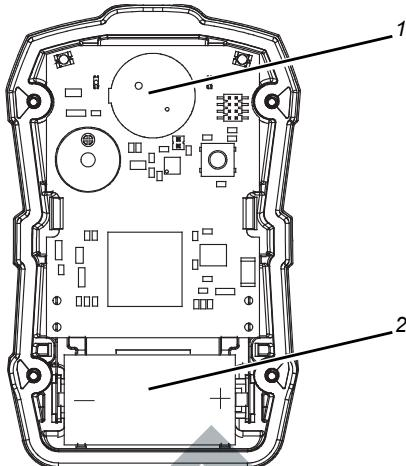

图 14 更换传感器和电池
- (1) 请确保设备已关闭。
- (2) 拧下四个外壳螺钉，卸下前壳体，露出传感器（位于设备顶部报警指示灯附近 → 图 14）。
- (3) 轻轻提起并正确处置传感器。